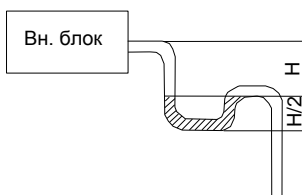

Рис. 4.22
- (4) Если невозможно обеспечить достаточный уклон дренажной линии от блока к общей магистрали, следует предусмотреть отдельный стояк.
- (5) Если поток воздуха из внутреннего блока очень большой, то это может привести к появлению разрежения в корпусе блока и подосу воздуха извне в результате. В такой ситуации следует установить U-образный сифон (гидрозатвор) стороне дренажа каждого внутреннего блока подключенного к общей магистрали. (Рис. 4.22)
- (6) Установите один сифон для каждого блока.
- (7) Установка сифона обуславливает необходимость его очистки в будущем.